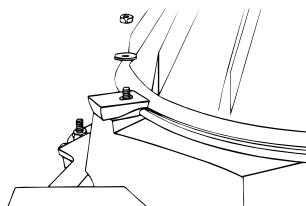

Fig. 4 Montering av røykklokke
5. Når det er tatt hull i skorsteinen, settes røykklokken på plass. Etter å være dreid i riktig stilling for røykrør-innføringen, låses den med festebrakettene (fig. 4). (2 stk. skruer M 6x25, 2 stk. skiver M Ø 6x Ø 25, 2 stk. skiver M Ø 6x Ø 12 og 2 stk muttere M 6.)